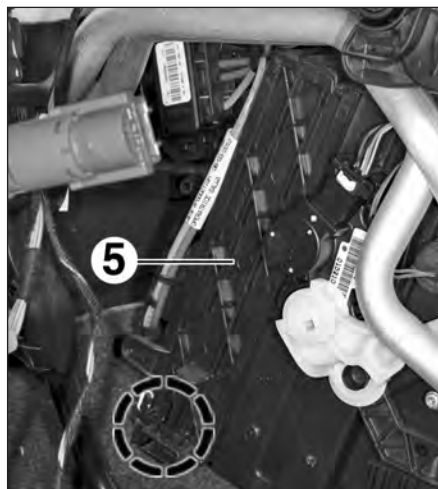
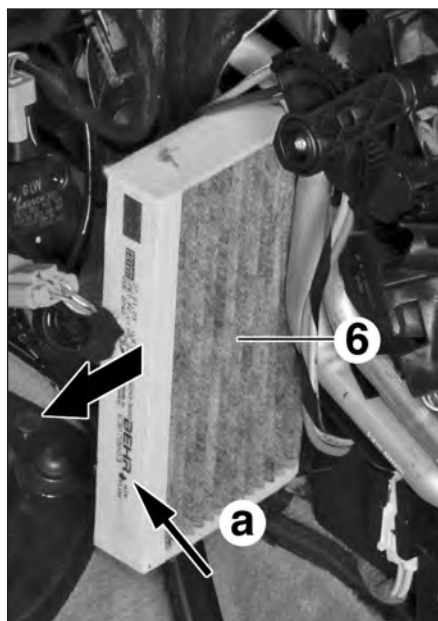

FIG.3
FIG.4
- la trappe (5) (Fig.3).
- Déposer la trappe (5).
- Déposer le filtre à air d'habitacle (6) (suivant la flèche) (Fig.4).